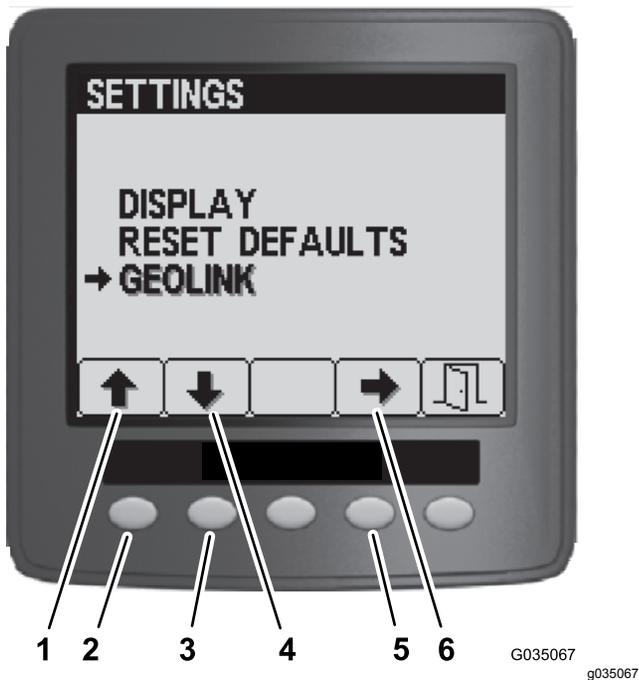

Figure 97
4. Dans le menu Réglages, appuyez sur la touche 1 ou 2 jusqu'à ce que l'option GeoLink soit en surbrillance, puis appuyez sur la touche 4 pour accéder au menu GeoLink (Figure 97).